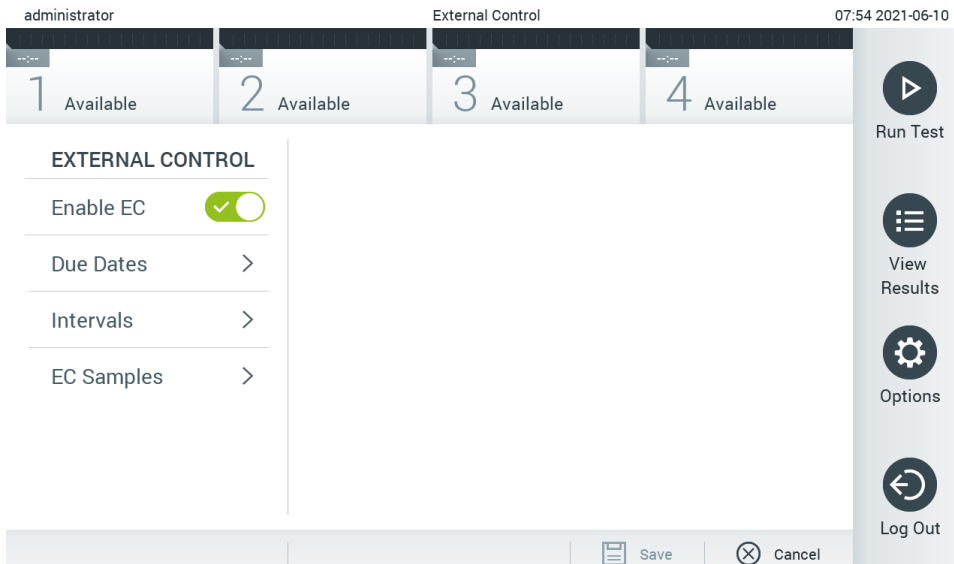

Figure 50. L'écran External Control (Contrôle externe).
2. Appuyez sur le bouton à bascule **Enable EC** (Activer EC) pour activer la fonction (figure 50).